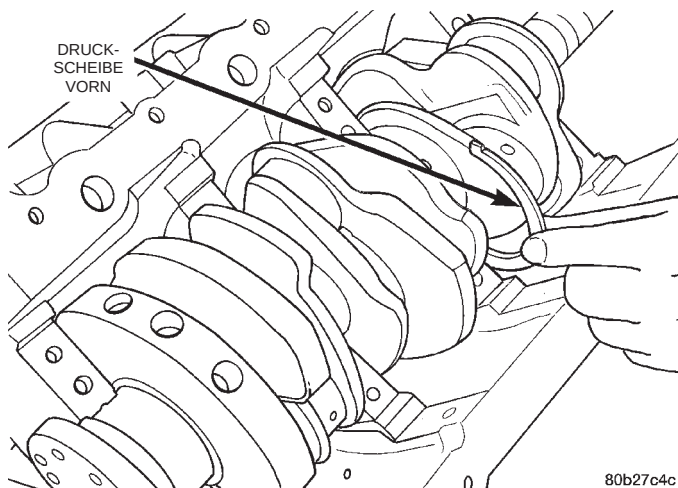

Abb. 90 Einbau der Druckscheibe
(4) Untere Lagerschale und Hauptlagerdeckel schmieren und montieren. Die Schrauben handfest anziehen.
(5) Zum Einbau der Druckscheiben am Hauptlager 2 wie folgt vorgehen:
a. Kurbelwelle bis zum Anschlag nach hinten bewegen. Die vordere Druckscheibe schmieren und montieren. Dazu die Druckscheibe auf die bearbeitete Fläche zwischen der oberen Lagerschale 2 und der Oberfläche des Axiallagers/Kurbelwelle schieben (Abb. 90).